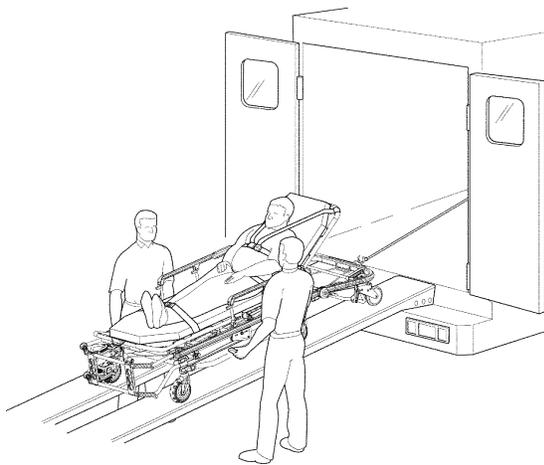

Abbildung 19 – Ein- und Ausladen der Trage mit der optionalen Abschleppvorrichtung
2. Darauf achten, dass die Laderampe mindestens 12 Fuß (3,7 m) lang ist. Sicherstellen, dass das Gewicht von Trage, Patient und Ausrüstung die maximale Gewichtskapazität der Rampe nicht übersteigt (Abbildung 19).